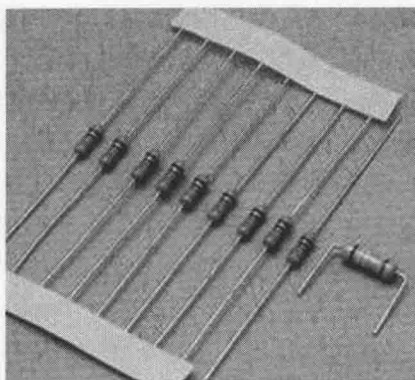

图 1-3 金属膜电阻
(2) 金属膜电阻(metal film resistor)，常用符号 RJ 作为标志，其同样利用真空喷涂技术在瓷棒上面喷涂，只是将碳膜换成金属膜(如镍铬)，并在金属膜车上螺旋纹做出不同阻值，并且于瓷棒两端镀上贵金属(图1-3)。虽然它比碳膜电阻器贵，但低噪声、稳定、受温度影响小、精确度高成了它的优势，因此被广泛应用于高级音响器材、电脑、仪表、国